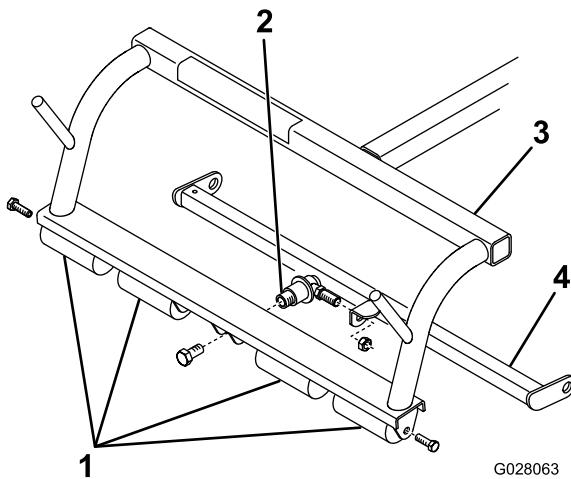

Figura 3
- A. Retire os parafusos que fixam as extremidades exteriores de cada eixo do rolo antideslizante a cada extremidade da estrutura da carroçaria (apenas extremidade exterior dos eixos), consulte a (Figura 3).
Nota: Se as estruturas da carroçaria estiverem equipadas com estruturas de tração de ponto único, a estrutura de tração e a junta esférica têm de ser removidas (Figura 3).